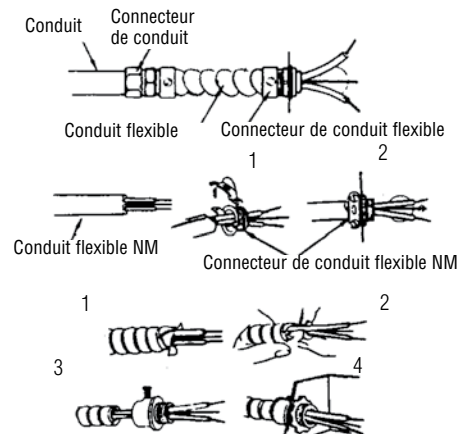

Figure 2 - Connecteurs, câble et matériel utilisés pour connecter le MWUH
**REMARQUE:** Pour certaines applications un conduit peut être nécessaire (voir la Figure 2). Contrôlez le contenu des normes électriques locales. Si le câblage passe dans un conduit, assurez-vous qu'il y aura assez de conduit flexible pour pouvoir tourner le radiateur si nécessaire.
2. Branchez les connecteurs de câble sur l'appareil (Voir la Figure 2) en glissez le fil calibre 10 dans le connecteur de câble. Tirez suffisamment de fil dans le connecteur pour pouvoir réaliser les raccordements.